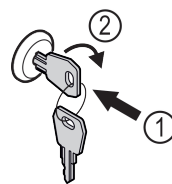

Fig. 180 Példaként szolgáló ábrázolás
- ▶ Dugja be a kulcsot Fig. 180 (1).
- ▶ Forgassa el a kulcsot 90°-kal az óramutató járásával megegyező irányba Fig. 180 (2).